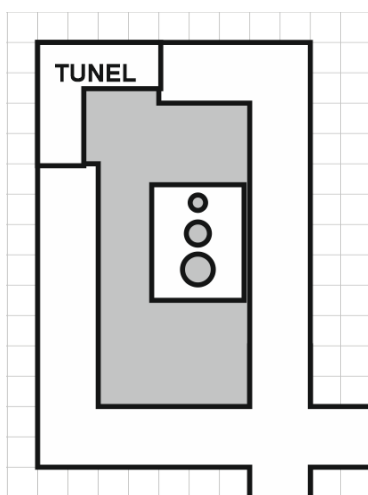

Figura 6. Área de diez (10) puntos.
La variable **L** toma el valor de treinta (30), cuarenta (40) o cincuenta (50) puntos dependiendo en cuál de las aberturas ingresa la carga útil. Diez (10) puntos se otorgan si la carga cae dentro del área gris véase en la figura 6. Cero (0) puntos se conceden si la carga cae en otro sitio.